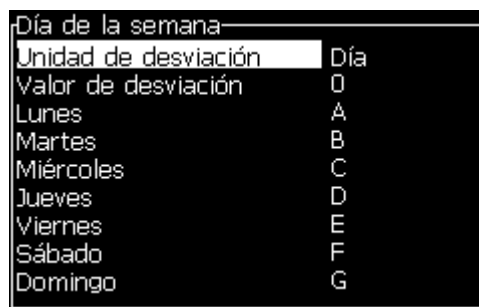

Figura 5-46: Día de la semana codificado
- 3 Seleccione *Configuración de día de la semana codificado* y pulse *Intro* para abrir el cuadro de diálogo *Día de la semana* (consulte la Figura 5-46).